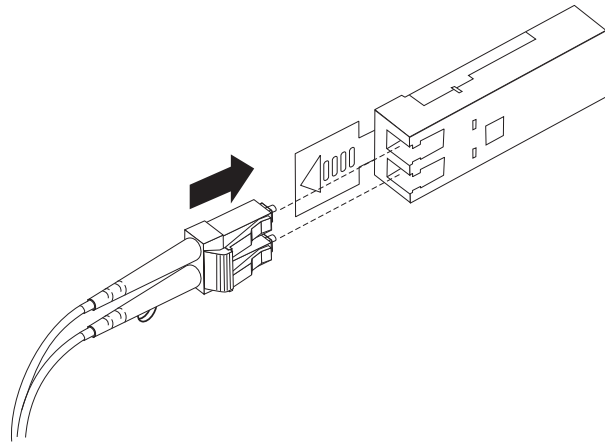

図 32. LC-LC ファイバー・チャネル・ケーブルの SFP モジュールへの挿入
4. 保護キャップを外した LC-LC ケーブルの端を、DS5020 に取り付けられた SFP モジュールに慎重に挿入します。ケーブル・コネクタにはキー溝が付いているため、SFP モジュールに正しく挿入することができます。図 32 に示すように、コネクタを持ったまま、所定の位置でクリック音がするまでケーブルを押し込みます。